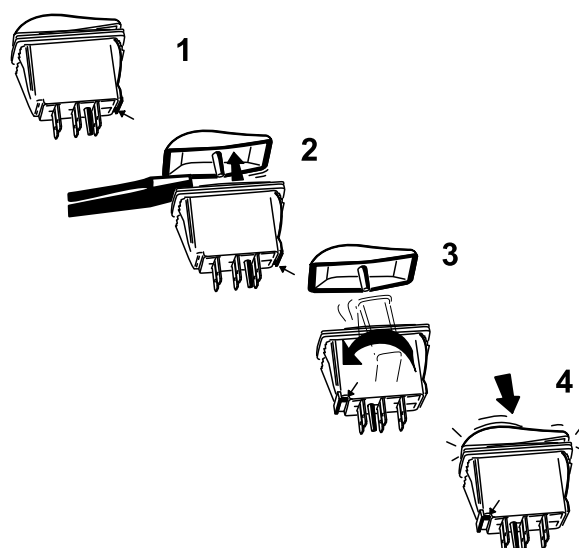

Figure 21
des interrupteurs à bascule pour les séparer du corps des interrupteurs (Figure 21).
- C. Maintenez le couvercle de l'interrupteur en position, pivotez le corps de l'interrupteur à 180 degrés pour placer l'encoche du connecteur dans le coin avant gauche (Figure 21).
- D. Enfoncez les couvercles sur le corps des interrupteurs dans le nouveau sens jusqu'à ce qu'ils s'enclenchent en place (Figure 21).